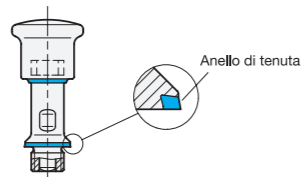

Figura 1
- È necessario assicurarsi che il perno di arresto venga utilizzato solo in combinazione con l'anello di tenuta fornito in dotazione. La guarnizione ha forma conica. È pertanto necessario fare attenzione alla corretta posizione di montaggio (Figura 1).
- Rispettando la posizione di montaggio indicata in figura 1 è possibile garantire un drenaggio autonomo dei liquidi.